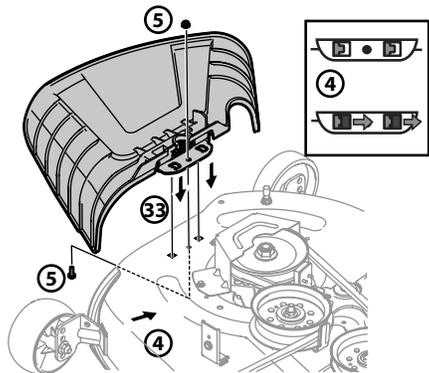

Figura 2-13
- Ubique el deflector del canal en la plataforma, asegúrese de insertar las lengüetas de dicho deflector en los orificios de la plataforma. Consulte la Figura 2-13.
- Después de colocar las lengüetas en la plataforma, deslice el deflector del canal hacia la parte posterior del tractor hasta que el orificio del perno que está en el deflector del canal quede alineado con el orificio de la plataforma. Consulte la Figura 2-13.
- Sujete el deflector del canal en su lugar con la tuerca de seguridad con brida y el tornillo hexagonal que se extrajeron en el paso 2. Ajuste a 102-124 in/lb. Consulte la Figura 2-13.